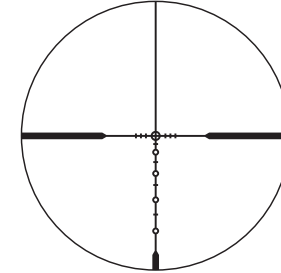
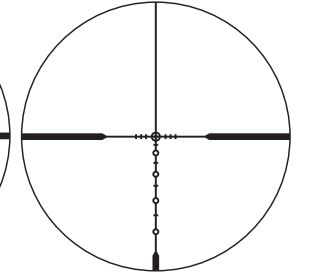

Fig. 3-1
Fig. 3-2
(1) Mise au point
- ① Regardez dans l'oculaire, l'œil placé à 10 cm environ (4 pouces) de sa lentille et observez le réticule BDC SuperSub (Fig. 3-1) ou le réticule lumineux BDC SuperSub avec point (Fig. 3-2). Assurez-vous que votre œil est correctement aligné et positionné à la bonne distance, afin d'éviter que votre vue soit "bouchée".
- ② Pointez l'objectif de la lunette vers le ciel (mais PAS en direction du soleil) ou vers un mur de couleur unie.
- ③ Faites tourner la molette de réglage du viseur dans le sens inverse des aiguilles d'une montre puis dans le sens des aiguilles d'une montre, jusqu'à ce que le réticule apparaisse net.
(2) Grossissement